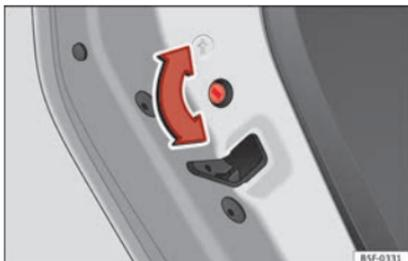

Fig. 95 Sicura per bambini della porta sinistra.
te a sinistra »» fig. 95 e in senso antiorario per le porte a destra.
- Con la porta aperta, girare con la chiave del veicolo la fessura in senso antiorario per le porte a sinistra »» fig. 95 e in senso orario per le porte a destra.